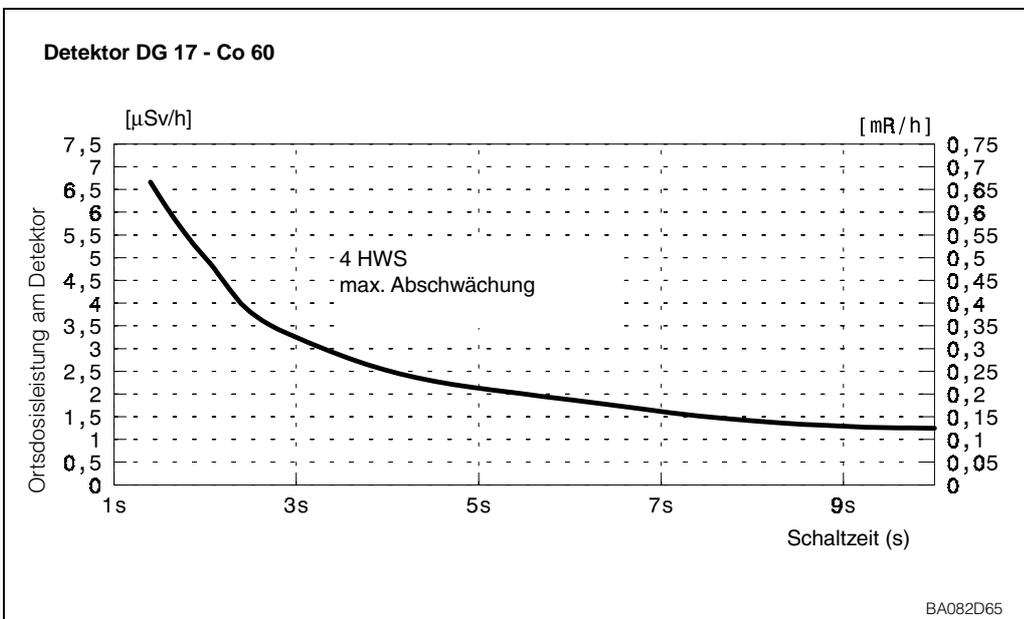

Abb. 5.7:
- Für DG 17/27 bestimmt die Ortsdosisleistung am Detektor die Schaltzeit, siehe Abb. 5.7...5.10. Der Integrationsfaktor in V0H4 wirkt als Verzögerungsfaktor, der die Schaltzeit 1...6 fach verlängert. Von den Bildern 5.7...5.10 die Schaltzeit  $\tau$  ablesen. Bestimmen Sie die maximale Schaltzeit  $\tau_{max}$ , die Ihr Prozeß erlaubt